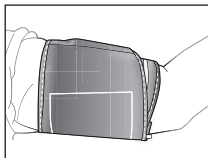

Fig. 6
6. El brazalete debe ajustarse de manera que le quede cómodo pero ceñido a su brazo (Fig. 6). Debe poder insertar un dedo fácilmente entre el brazo y el brazalete.